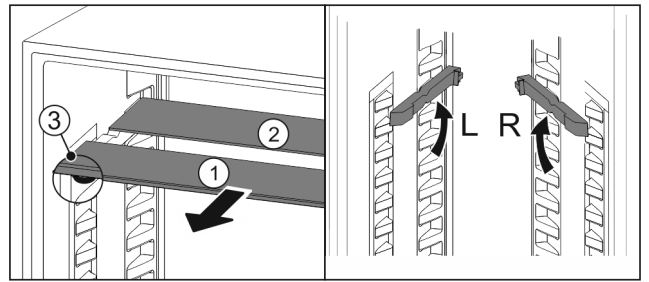

Fig. 90
- ▶ estrarre i ripiani di vetro singolarmente tirando in avanti Fig. 90 (1).
- ▷ Il piano in vetro Fig. 90 (1) con il motivo ornamentale è nella parte anteriore.
- ▷ I fermi Fig. 90 (3) sono rivolti verso il basso.